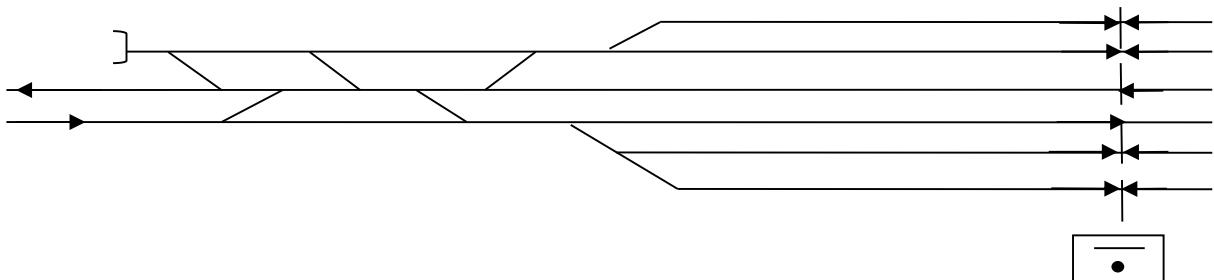

Рисунок 2
- На схематическом плане четной горловины станции (рис. 2) пронумеруйте пути и стрелки, произведите расстановку изолирующих стыков, входных,